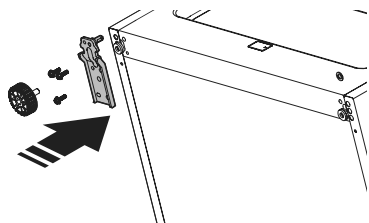

Figure 11
- 15 Déplacez la charnière inférieure sur le côté opposé et fixez-la de façon lâche à l'armoire réfrigérante à l'aide de trois vis (voir Figure 11).